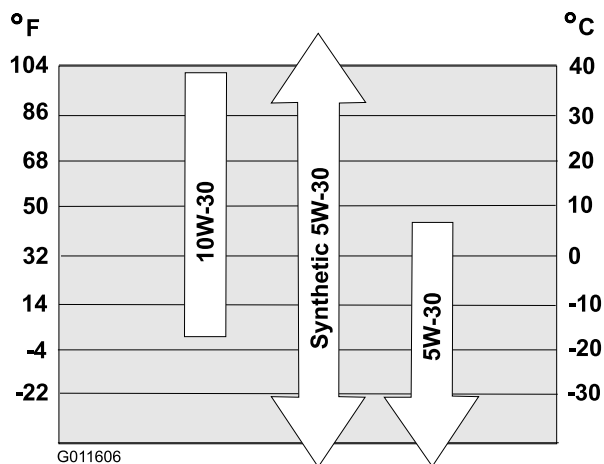

**Figura 31**
2. Pulite l'area attorno al tappo di spurgo dell'olio (Figura 31).